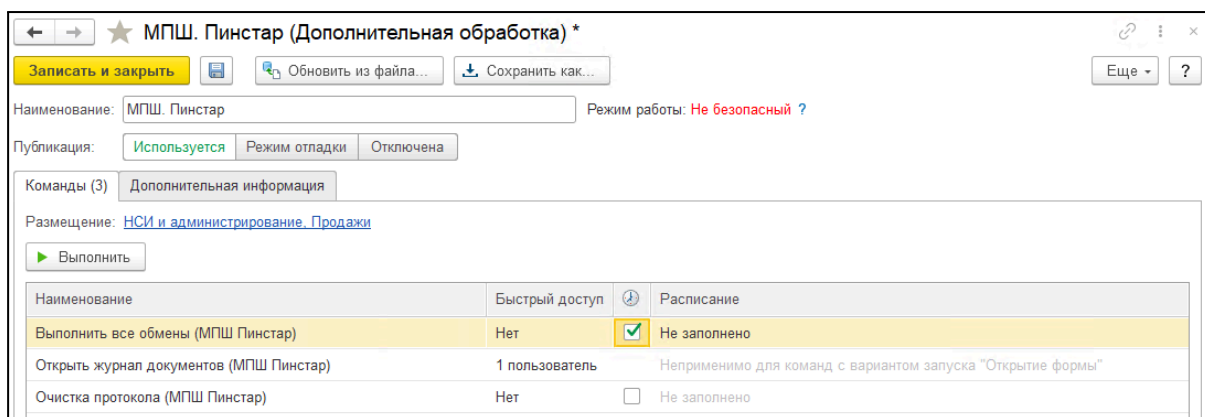

Рис. 94. Выбор «Выполнить все обмены (МПС Пинстар)» для настройки регламентного задания
1. Выберите строку «Выполнить все обмены (МПШ Пинстар)» и в столбце установите галочку  (рис. 94).